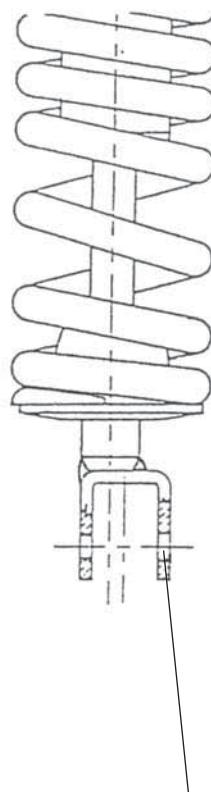

Fig. 7
#### Art. 46 7904 - 46 7905 - 46 7906 - 46 7907 (Fig. 7)
#### Art. 46 7904- 46 7905- 46 7906- 46 7907 (Fig. 7)
- Verbinden Sie den Stossdämpfer wie beschrieben mit der Klemme und bringen Sie diese in die beschriebene Position (Fig. 7).